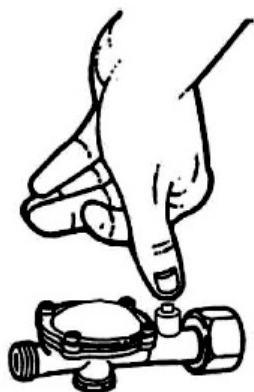

Рис. 9
1. Откройте газовый баллон (см. Рис. 5) Нажмите на сброс-кнопку безопасности на редукторе газа (Рис. 9). 2. Запустите вентилятор, нажав на белый выключатель 3. Нажмите кнопку подачи газа и, держа её в нажатом состоянии, многократно нажимайте на электрический пьезозажигатель (см. Рис. 7) 4. После воспламенения, придержите газовую кнопку ещё 15-20 секунд для активации системы термической безопасности. (см. Рис. 8) 5. Теперь отпустите кнопку, а пламя по прежнему будет гореть. 6. Если вентилятор остановится из-за какого-либо прерывания напряжения, нагреватель автоматически отключится через несколько секунд благодаря системе безопасности. В случае перерыва в подаче газа или слабого газового давления, газовый клапан безопасности автоматически выключит нагреватель. Вентилятор будет продолжать работать. Повторите действие зажигания для повторного зажигания. Избегайте попыток многократного запуска аппарата в коротком периоде времени: если он не зажигается сразу, то расследуйте причину проблемы.